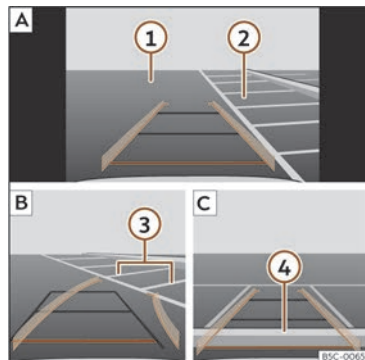

Fig. 199 Visualització a la pantalla del sistema d'Infotainment: aparcar amb l'assistent de marxa enrere.
Llegenda de la **fig. 199**:
- Situeu el vehicle davant de l'espai d'aparcament»» fig. 199 ② [A].
- Retrocediu girant el volant de manera que les línies grogues s'introdueixin a l'espai d'aparcament. Les línies verdes i grogues han de coincidir amb les línies de delimitació laterals ③ [B].
- Atureu el vehicle quan la línia vermella hagi arribat a la delimitació del darrere ④ [C].